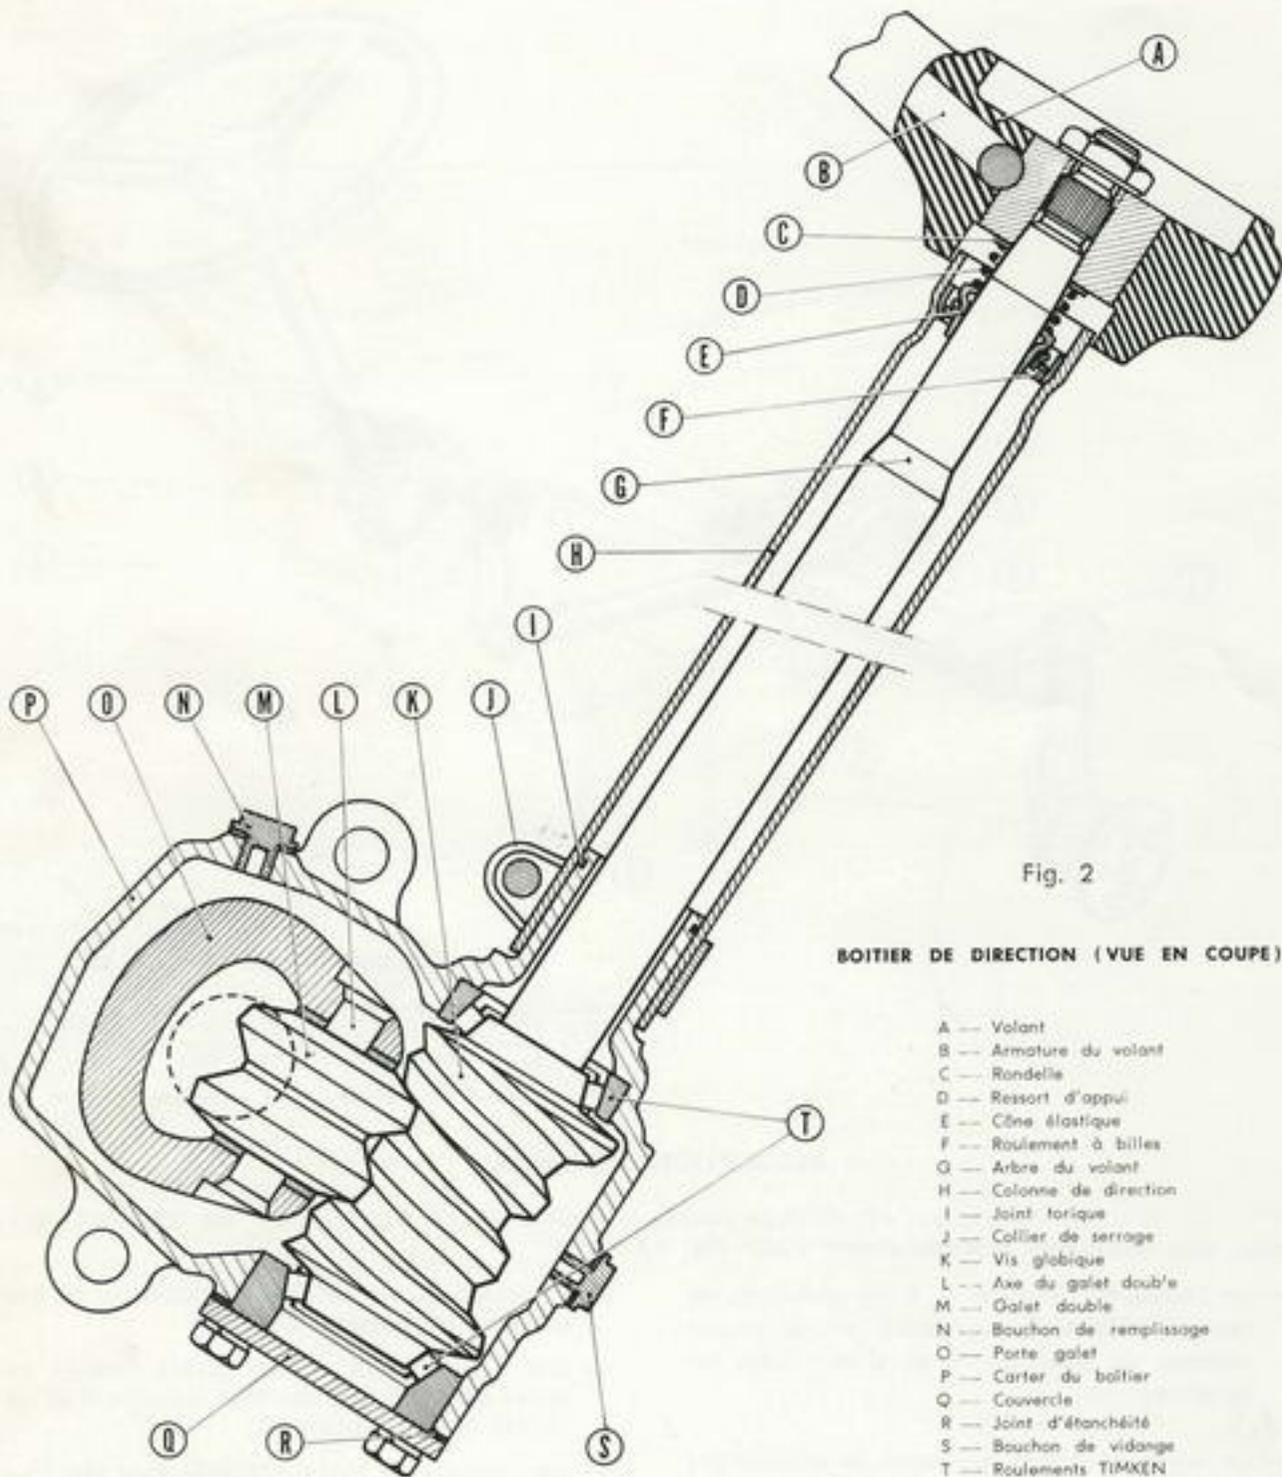

Fig. 2
DESCRIPTION DES ELEMENTS.**A) Ensemble boîtier.****a) Le boîtier (fig. 2).**
b) La colonne (fig. 2).
c) Le volant (fig. 2).